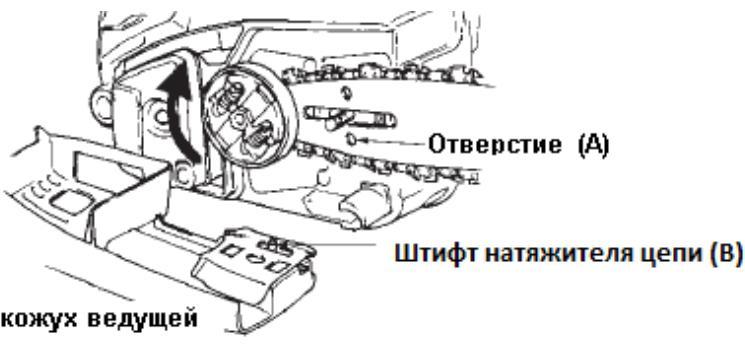

Рис.4
4. Установите пильную шину и наденьте ее на направляющий выступ со шпильками (Рис.4).
6. Удерживая шину так, чтобы цепь лежала в ее пазу, наденьте крышку ведущей звездочки. Штифт натяжителя цепи (B) должен войти в отверстие «A» на шине (Рис.4).